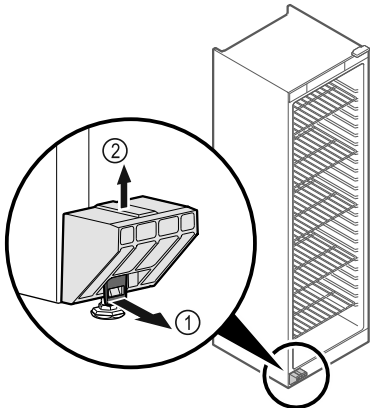

Fig. 1
- ▶ Trekk stroppen Fig. 1 (1) forover.
- ▶ Trekk transportsikringen Fig. 1 (2) opp og av.